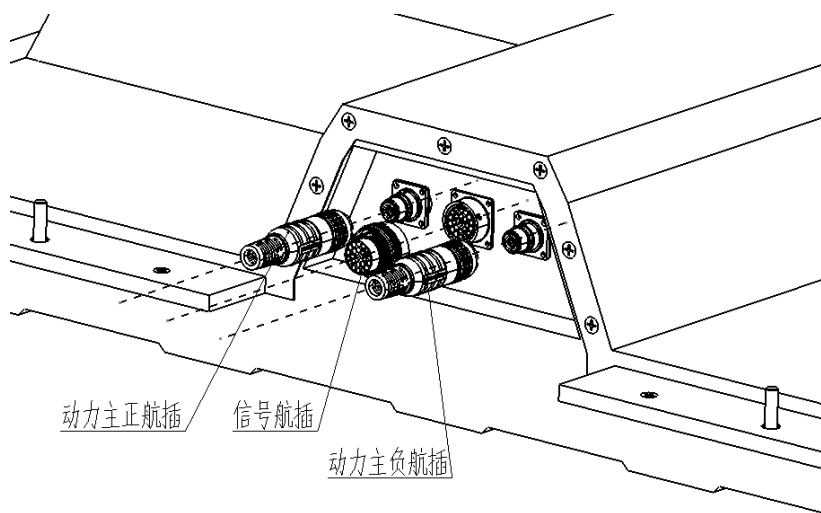

图4-1
- (1).将12V蓄电池断开。
- (2).使用万用表确认动力电池主正、主负线缆输出端无电压。
- (3).将动力电池主正、主负航插以及信号航插断开（如图4-1所示）。